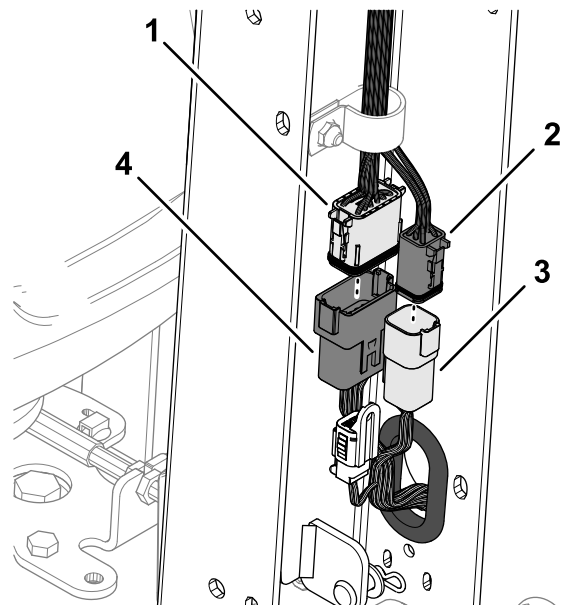

**Figura 8**
1. Enrute el conector de 6 pines y el conector de 12 pines del arnés de cables de la máquina a través del pasacables en el canal del manillar (Figura 8).